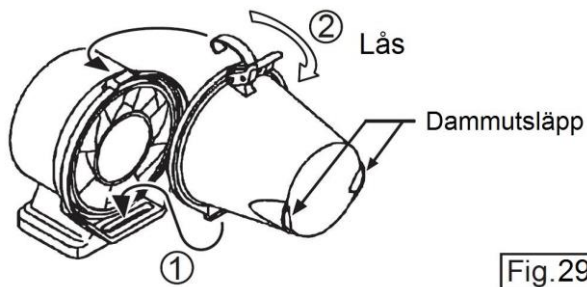

Fig.29
3. Montera tillbaka koppen och spänn fast den ordentligt. (Fig. 29)